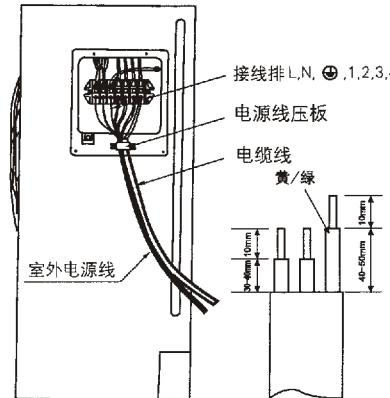

图 19
- (1) 拆下室外机接线盖板。
- (2) 如图 19 所示，按电气原理图接线。